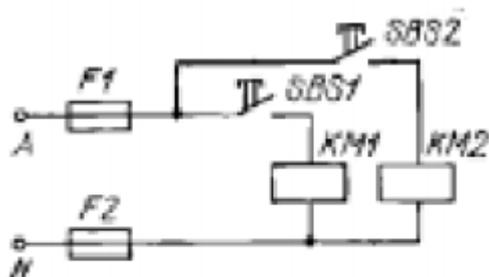

Рисунок 23.3.
6. Проверить работоспособность контактов и схем механической блокировки, для этого собрать схему (рис.23.3.)